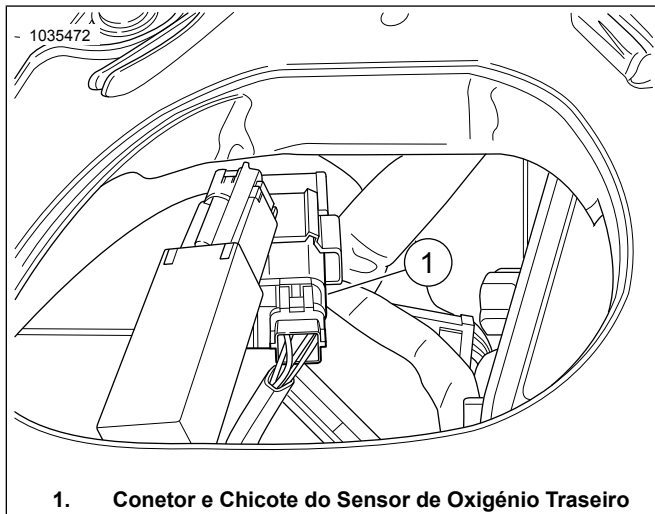

Figura 38. Localização do sensor de oxigénio traseiro
Ver Figura 38 . Desligar os conetores do sensor de oxigénio traseiro (1) do chicote principal.
Ver Figura 38 . Encaminhe o conector preto da cablagem para a cablagem principal. Correspondência de cor dos conectores: preto ao preto.